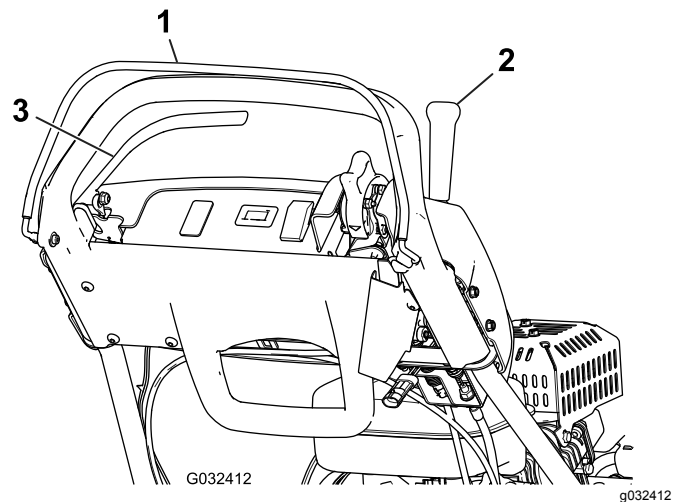

Bild 31
3. Versuchen Sie den Fahrtriebshebel bei gelöster elektronischer Sicherheit zu aktivieren (Bild 31). Der Fahrtriebshebel sollte nicht aktiviert werden. Wenn der Fahrtriebshebel aktiviert werden kann, müssen die Sicherheitsschalter gewartet werden. Beheben Sie den Fehler vor der Verwendung, siehe Warten des Fahrtriebs-Sicherheitsschalters \(Seite 33\).
4. Lösen Sie die elektronische Sicherheit, wenn die elektronische Sicherheit gedrückt und der Fahrtriebshebel aktiviert ist (Bild 31). Der Fahrtriebshebel sollte deaktiviert
5. Aktivieren Sie die elektronische Sicherheit und schieben Sie den Ganghebel nach links; kuppeln Sie dann den Fahrtrieb und den Spindelantrieb ein und lösen Sie die elektronische Sicherheit (Bild 31). Der Fahrtriebshebel sollte deaktiviert werden. Wenn der Fahrtriebshebel nicht deaktiviert wird, müssen die Sicherheitsschalter gewartet werden. Beheben Sie den Fehler vor der Verwendung, siehe Warten des Fahrtriebs-Sicherheitsschalters \(Seite 33\) oder Einstellen des Spindelantriebs \(Seite 36\).
6. Aktivieren Sie die elektronische Sicherheit und schieben den Ganghebel nach links, um den Fahr- und Spindelantrieb einzukuppeln; schieben Sie den Ganghebel nach rechts, um den Spindelantrieb auszukuppeln (Bild 31). Der Spindelantrieb sollte ausgekuppelt werden. Wenn der Spindelantrieb sich nicht auskuppeln lässt, müssen die Sicherheitsschalter gewartet werden. Beheben Sie den Fehler vor der Verwendung, siehe Einstellen des Spindelantriebs \(Seite 36\).
2. Kuppeln Sie den Fahrtriebshebel aus, aktivieren Sie die Betriebsbremse und stellen die Motorbedienelemente in die Start-Stellung (Bild 31). Versuchen Sie nun, den Motor zu starten. Der Motor sollte jetzt anspringen. Wenn der Motor nicht anspringt, muss der Sicherheitsschalter gewartet werden. Beheben Sie den Fehler vor der Verwendung der Maschine, siehe (Seite)
3. Lassen Sie den Motor an, aktivieren die Betriebsbremse (nicht die Feststellbremse), aktivieren die elektronische Sicherheit und kuppeln den Fahrtriebshebel ein (Bild 31). Der Motor sollte gegen die Bremse kämpfen aber nicht ausgehen. Wenn der Motor ausgeht, muss der Sicherheitsschalter gewartet werden. Beheben Sie den Fehler vor der Verwendung der Maschine, siehe (Seite)
4. Lassen Sie den Motor an, aktivieren den Feststellbremsriegel, aktivieren die elektronische Sicherheit und kuppeln den Fahrtriebshebel ein (Bild 31). Der Motor sollte abstellen. Wenn der Motor nicht abstellt, muss der Sicherheitsschalter gewartet werden. Beheben Sie den Fehler vor der Verwendung, siehe (Seite).
2. Aktivieren Sie die elektronische Sicherheit, kuppeln den Fahrtriebshebel ein und stellen die Motorbedienelemente in die Start-Stellung (Bild 31). Versuchen Sie jetzt, den Motor zu starten. Der Motor sollte nicht starten. Wenn der Motor startet, muss der Sicherheitsschalter gewartet werden. Beheben Sie den Fehler, bevor Sie den Betrieb aufnehmen. Siehe Warten des Fahrtriebs-Sicherheitsschalters \(Seite 33\).